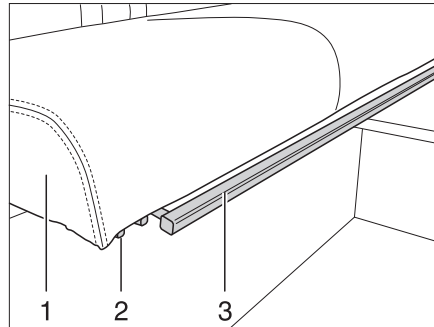

Fig. 15 Ajuste del respaldo del banco
- Tirar o presionar el estribo (Fig. 15,1) debajo de la superficie del asiento (Fig. 15,2) hacia arriba y mantenerlo en esta posición.
- Desplazar la superficie del asiento con precaución sobre los rieles (Fig. 15,2) hacia adelante hasta alcanzar la posición deseada o el tope.